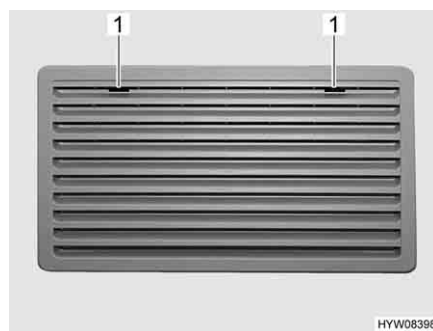
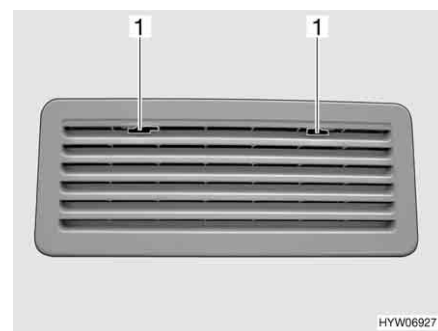

Fig. 232 Grille d'aération du réfrigérateur (Thetford, grande)
Fig. 233 Grille d'aération du réfrigérateur (Thetford petit)
- Pousser le dispositif de blocage (Fig. 232,1 ou Fig. 233,1) vers le milieu.